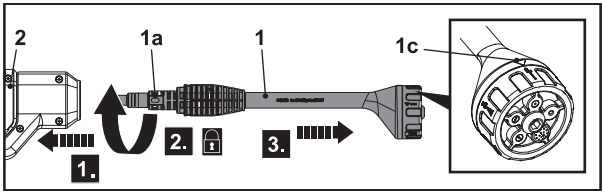

Fig. 1
1. Alinhe e insira as linguetas (1a) da lança 5 em 1 (1) nas ranhuras da porta de ligação da pistola de pulverização (2) (Fig. 1, passo 1).
2. Rode a lança 5 em 1 (1) para a direita (passo 2) e, em seguida, puxe-a ligeiramente para fora (passo 3) para a bloquear no devido lugar (passo 3).